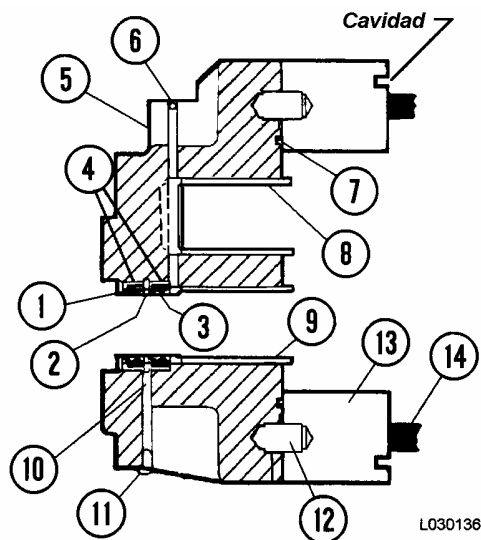
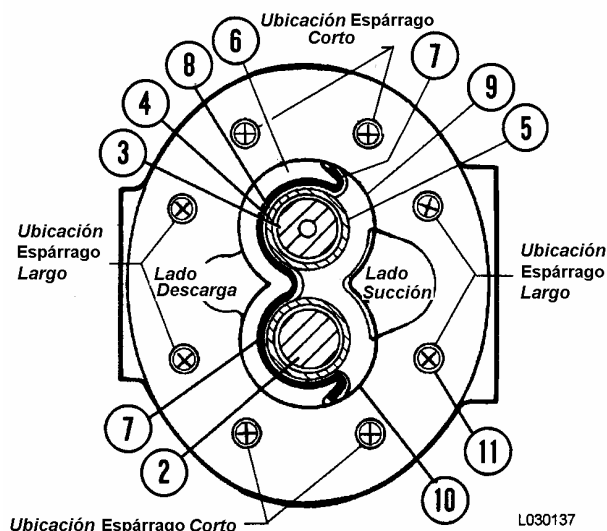

FIGURA 3-11. MONTAJE DEL SELLO DEL EJE
FIGURA 3-12. REENSAMBLADO DE LA BOMBA
3. Lubrique los sellos con aceite hidráulico. Coloque el sello del eje interior (3, Figura 3-11) con la cara metálica hacia el extremo exterior de la pestaña.
5. Monte el anillo de retención (2, Figura 3-11) con la abertura del anillo de retención sobre el orificio de vaciado (10).
7. Lubrique los hilos del espárrago pasante (14, Figura 3-11) con aceite hidráulico. Atornille los espárragos en la pestaña hasta que calcen perfectamente. Hay 4 espárragos largos y 4 espárragos cortos. Consulte la Figura 3-12 para la ubicación correcta de los espárragos.
8. Lubrique e instale el anillo de goma (7). Monte los pasadores (12), si se sacaron. Monte la placa del engranaje (13). Asegúrese que la cavidad en la placa de engranaje apunte hacia la placa del conector o mire hacia arriba cuando se monte la placa del engranaje.
9. Monte los anillos de acero (5, Figura 3-12). Lubrique e instale el anillo de respaldo (8), anillo de goma (7) y el retén del anillo (6) como aparece en la Figura 3-12.
10. Monte la placa de aislación (9) en el costado de succión de la placa de engranajes. La placa de aislación tiene un área de alivio acordonada en un costado, gire ese costado hacia arriba o hacia la placa de presión.